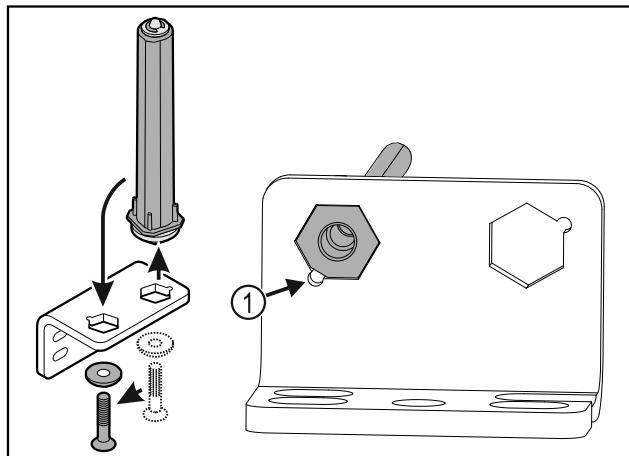

Fig. 38
- Βεβαιωθείτε ότι κατά την τοποθέτηση η λοξοτομή του πείρου είναι στραμμένη Fig. 38 (1) προς τη στρογγυλή οπή.